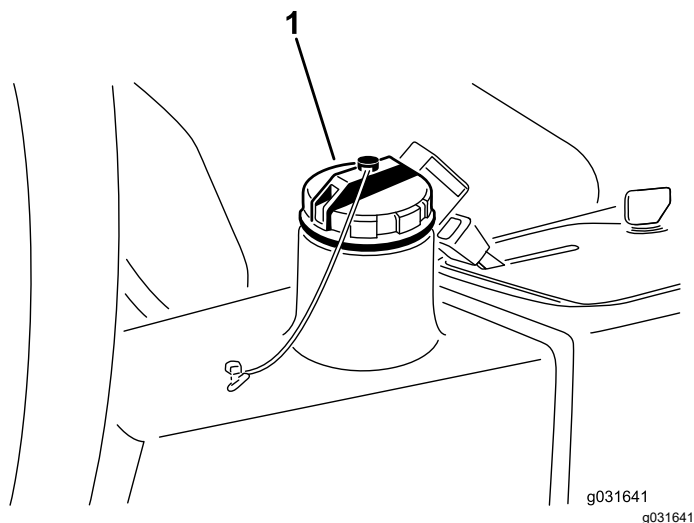

図 67
4. 油圧オイルタンク **図 67** に約 13.2 リットルの油圧オイルを入れる **油圧作動液の仕様 (ページ 51)**と**油圧オイルの量を点検する (ページ 52)**を参照。